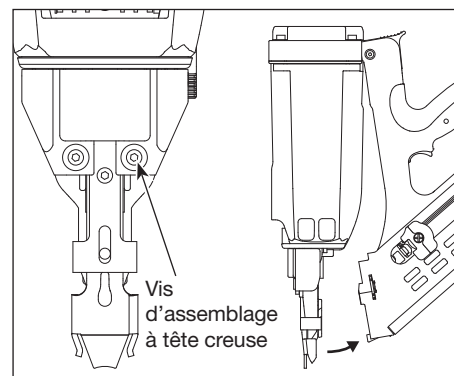

Figure 2
- Utiliser une clé hexagonale de 4 mm pour retirer l'assemblage du chargeur et du manche. Retirer les deux vis d'assemblage à tête creuse de la buse (voir la figure 2).
- Faire pivoter l'assemblage du chargeur et du manche loin de l'assemblage du moteur (voir la figure 2)